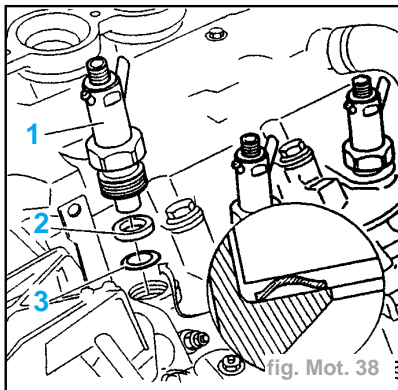

fig. Mot. 38
- Déposer (fig. Mot. 38) :
- les porte-injecteurs (1) en utilisant la douille (réf. 0149),
- les rondelles d'étanchéité (2),
- les rondelles pare-flammes (3).
- Reposer (fig. Mot. 38) :
- les rondelles pare-flammes (3),
- les porte-injecteurs (1). Serrer à (daN.m) :